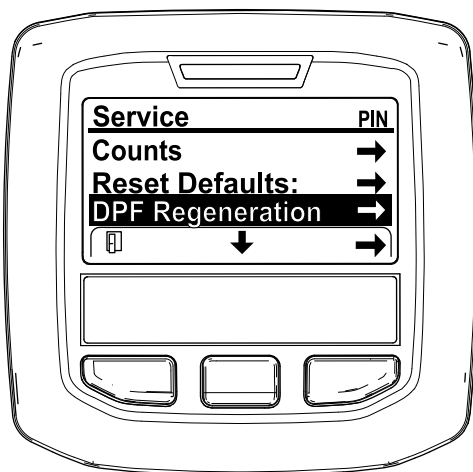

Figura 31
3. En el menú SERVICE (Servicio), pulse el botón del medio hasta que aparezcan las opciones de DPF REGENERATION (Regeneración de DPF) y pulse el botón derecho para seleccionar la opción DPF REGENERATION (Regeneración de DPF) (Figura 31).